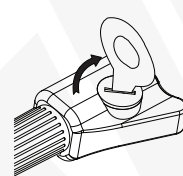

Abb.3
---Setzen Sie die Batterieabdeckung wieder auf und drehen Sie sie im Uhrzeigersinn, um sie zu befestigen (Abb.3).